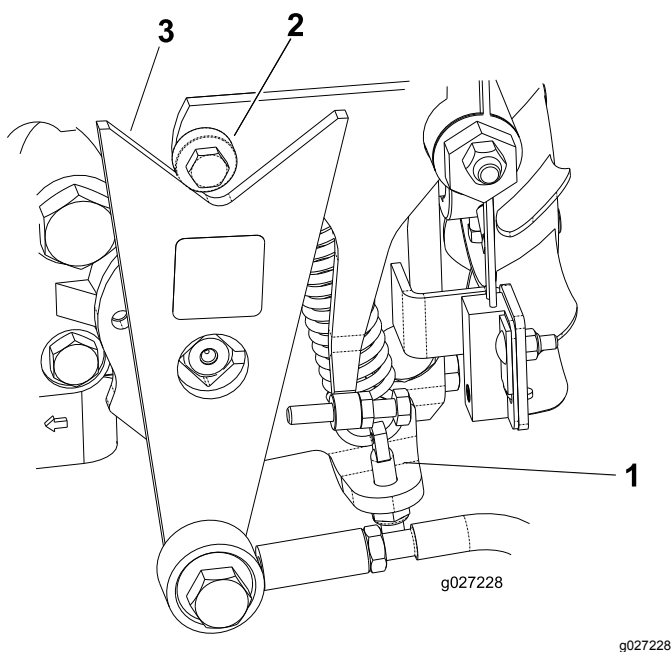

Рисунок 43
- Если колеса вращаются в правильном направлении, заглушите двигатель и отрегулируйте контргайку регулировочного штифта пружины (Рисунок 43). Отрегулируйте нейтральное положение трансмиссии; см. Регулировка нейтрали привода тяги \(страница 38\).